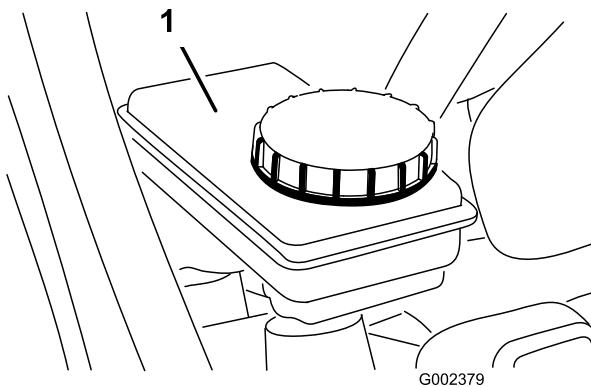

図 55
5. タンクの FULL マークまでオイルが入っているのを確認する図 55。
6. 液量が不足している場合には、まず補給口周辺をきれいに拭き、キャップをはずして、所定のブレーキオイルを適正量まで補給する図 55。